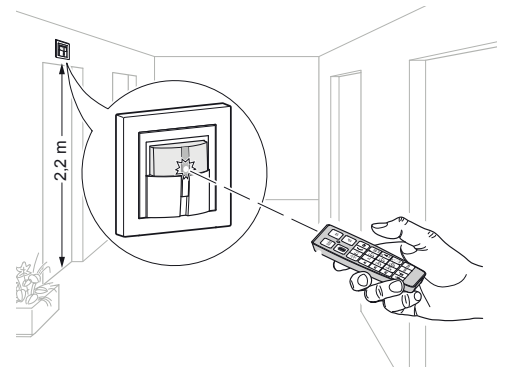

Figura 9: Aplicación del control remoto IR
- Durante el manejo alinear la parte frontal del control remoto en dirección del diodo receptor de infrarrojos (figura 9).